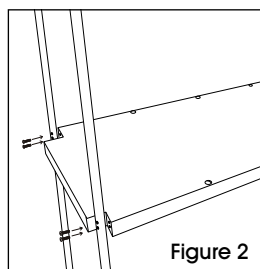

Figure 2
3. Repeat step 2 for the upper platform. (See Figure 2)
3. Répétez l'étape 2 pour la plateforme supérieure. (Voir Figure 2)